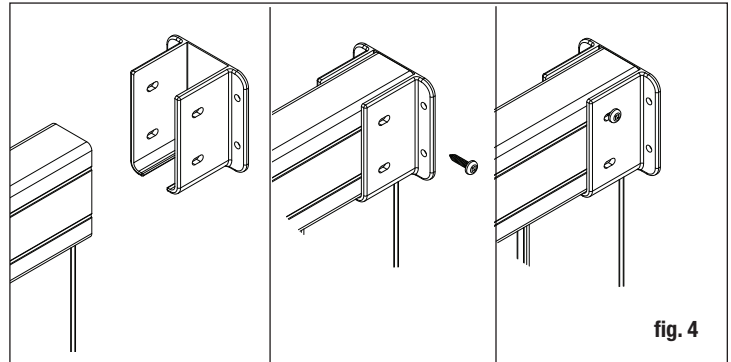

fig. 4
- En maintenant le support en place, fixez une vis dans l'un des trous oblongs. Placez la vis à l'extrémité de la fente la plus proche de la façade de fixation du support (fig. 4).
- Continúe este proceso hasta que todas las estacas queden insertadas en los pretiles, con las pestañas y las muescas alineadas (fig. 4).
- Mientras sostienes el soporte en su lugar, instala un tornillo en uno de los orificios ranurados. Coloca el tornillo en el extremo de la ranura más cercano a la cara de montaje del soporte (fig. 4).